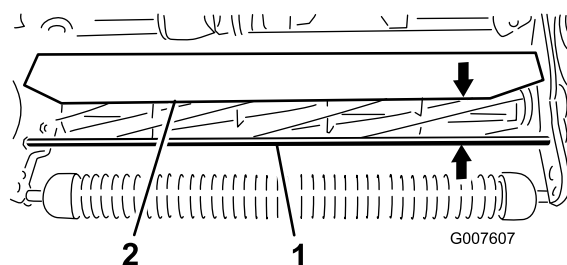

Figura 45
1. Misurate la distanza tra la parte superiore dell'asta di supporto anteriore e il bordo anteriore del deflettore su ogni estremità dell'apparato di taglio (Figura 45).